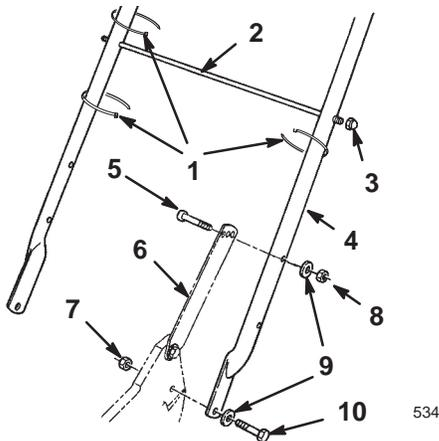

Figure 2
2. Fixez les pattes de verrouillage au mancheron avec deux boulons de 8 mm x 38 mm, rondelles et contre-écrous en nylon (Fig. 2). Placez les contre-écrous et les rondelles à l'intérieur du mancheron.
3. Insérez la tige de support du sac de ramassage dans les trous **supérieurs** du mancheron, et serrez un contre-écrou borgne à chaque extrémité (Fig. 2).